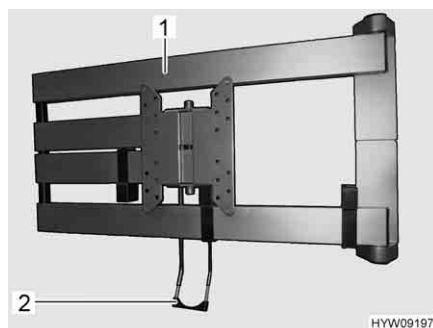

Fig. 91 Braccio snodato (raffigurato senza schermo piatto)
- Tirare la staffa di sbloccaggio (Fig. 91,2). Il braccio snodato (Fig. 91,1) è sbloccato.